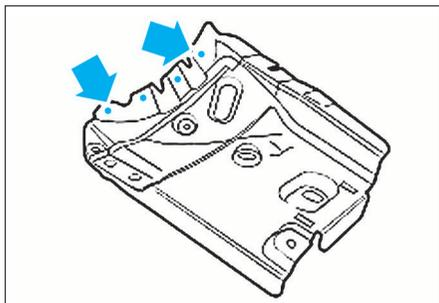

FIG. 25
- Percer la partie avant de passage de roue avec un foret Ø 10mm aux emplacements prévus (Fig.25), afin de la souder par bouchonnage.
- Souder la partie avant de passage de roue en bouchonnant les trous effectués (Fig.25).